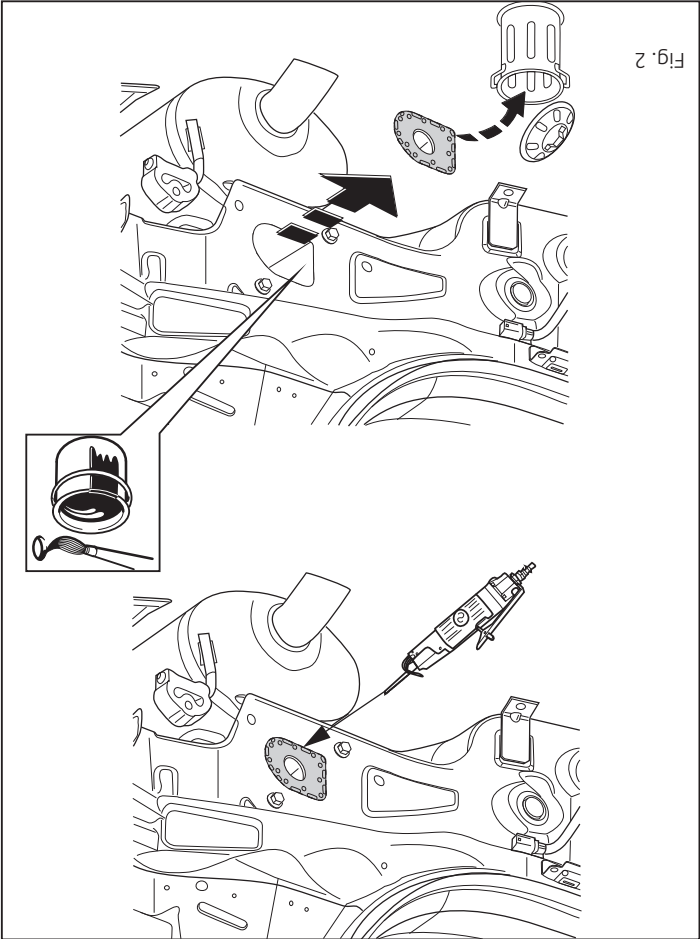

Fig. 2
5. Saw out the portions as indicated in fig. 2.
5. Gemäß Abb. 2 die angegebenen Teile heraus sägen.
5. Sciez les parties indiquées conformément à la figure 2.
5. Såga ut delarna enligt fig. 2.